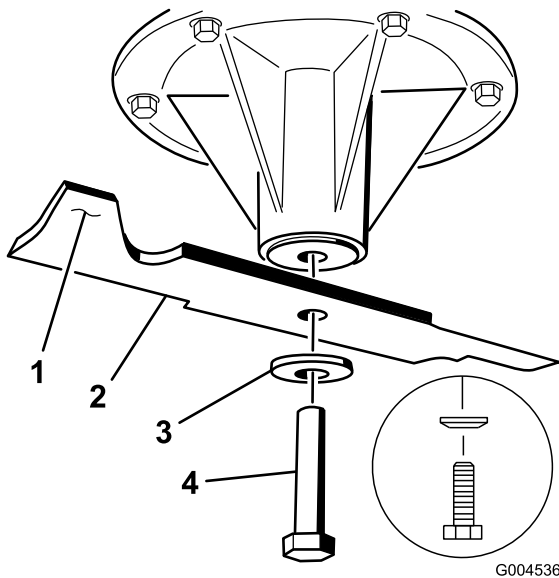

Figura 92
2. Retire del eje el perno de la cuchilla (girándolo en el sentido contrario a las agujas del reloj), la arandela curva y la cuchilla (Figura 92).